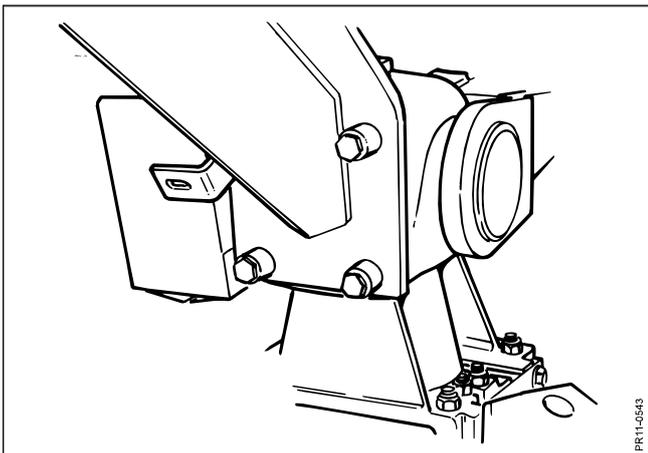

Fig. 1-9
- Fig. 1-9:** Der Ausleger für Schutz Tuch wird am Winkelgetriebe montiert. Zu vermeiden, daß die